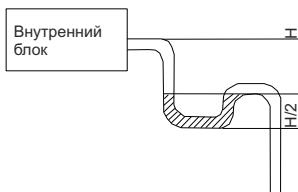

Рис. 4.22
- (4). Если дренажный шланг располагается под недостаточным уклоном, используйте нисходящую трубу (устанавливаемую на месте).
- (5). При большом расходе воздуха внутреннего блока может возникнуть отрицательное давление, что приводит к обратному всасыванию со стороны блока. Поэтому рекомендуется установить U-образные сифоны на дренажном трубопроводе каждого внутреннего блока (Рис. 4.22).
- (6). Внутренние блоки должны быть оснащены сифонами по одному на каждый.
- (7). Монтаж сифонов должен осуществляться с учетом обеспечения легкого доступа для очистки и технического обслуживания в дальнейшем.